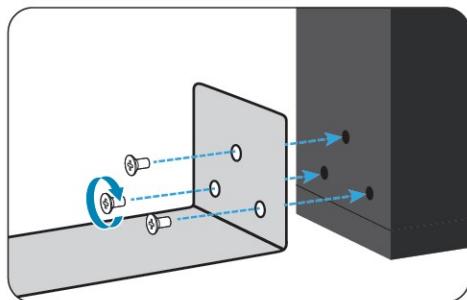

Рисунок 2.
- Проверьте состояние и номинал установленного предохранителя (см. рисунок 2)